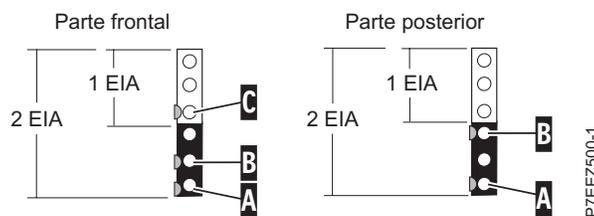

Figura 2. Señalización de orificios en la parte frontal y posterior del bastidor
1. Con la parte frontal del bastidor orientada hacia usted y comenzando por el lado derecho, localice la unidad EIA inferior utilizada por el sistema. Tome nota de la ubicación de EIA. Utilice cinta, un rotulador o lápiz para marcar el orificio inferior de esta unidad EIA como **A**. Marque el bastidor de forma que la marca también se pueda ver desde la parte posterior del bastidor, como se muestra en la Figura 2 en la página 5.
2. Empezando por el orificio identificado por la marca **A**, desplácese un orificio hacia arriba y haga una segunda marca (**B**). Marque el bastidor de modo que la marca también se pueda ver desde la parte posterior del bastidor tal como se muestra en la Figura 2.
3. Empezando por el orificio identificado por la marca **B**, desplácese dos orificios hacia arriba y haga una tercera marca **C**, tal como se muestra en la Figura 2.
7. Empezando por el orificio identificado por la marca **A**, desplácese dos orificios hacia arriba y haga una tercera marca **B**, tal como se muestra en la Figura 2.